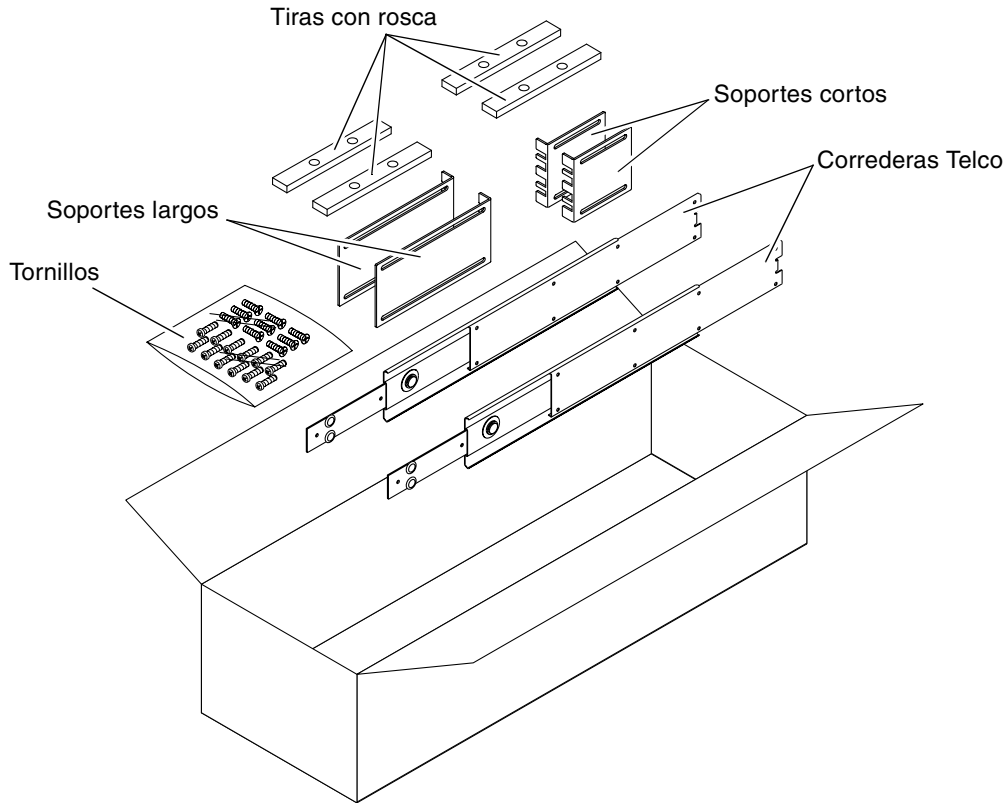

FIGURA 3-6 Contenido del kit del raíl de deslizamiento de 19 pulgadas de 4 postes
3. Saque las correderas Telco del kit del bastidor (FIGURA 3-6).
6. Saque los soportes cortos y los largos del kit de montaje del bastidor (FIGURA 3-6).